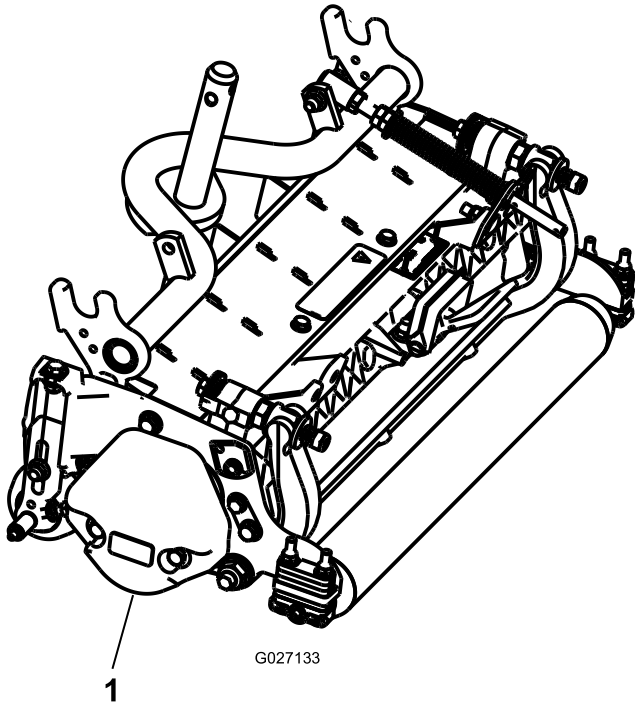

Figura 4
3. Asegúrese de que el contrapeso (Figura 4) está instalado en el extremo correcto de la unidad de corte, según lo descrito en las *Instrucciones de instalación* del kit de contrapesos.